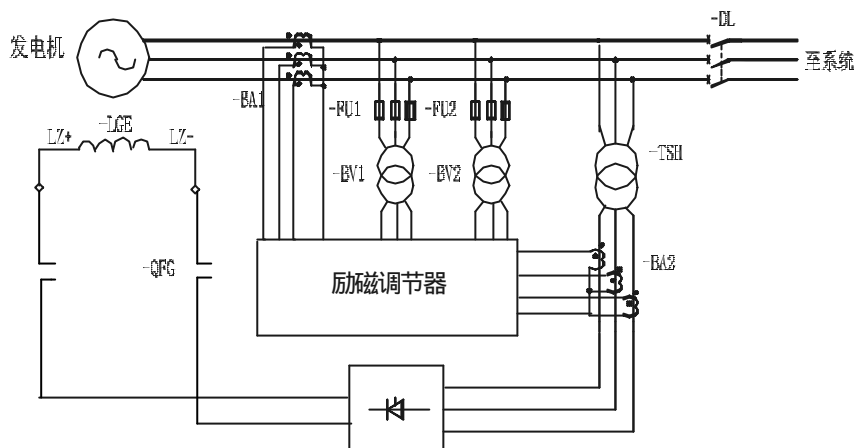

图5-1 励磁系统组成原理图
a). 机端解开，用系统倒送电方式。此方式使用励磁系统本身的电压互感器，电流互感器，整流变压器等，可以一并对整个励磁系统进行检测。接线原理系统图如图 5-1。